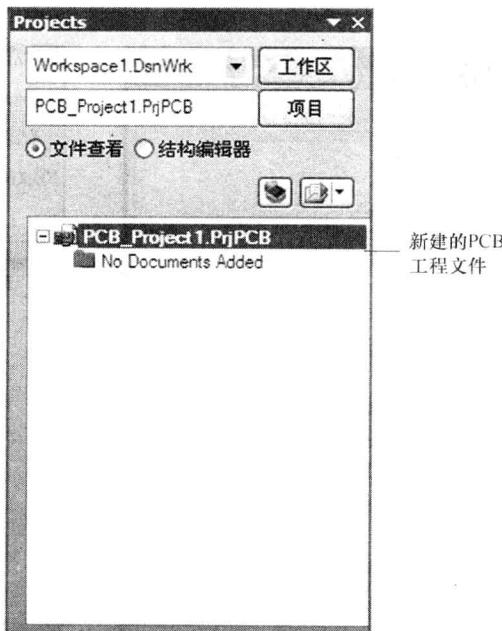

图1-14 新建的PCB工程文件
- (2) DXP 软件自动创建一个空的 PCB 工程文件，即图 1-14 中的 PCB_Project1.PjPCB (默认文件名)。